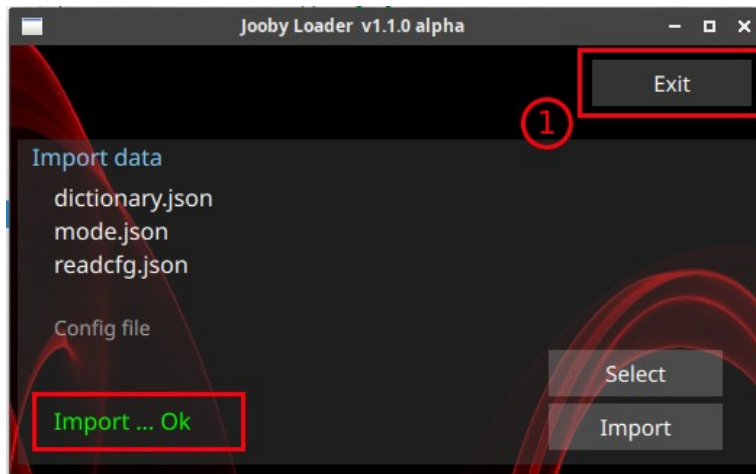

Рисунок 3
- ✓ после успешной загрузки — **выйти** из служебного меню кнопкой **Exit** (рисунок 3 — действие 1)